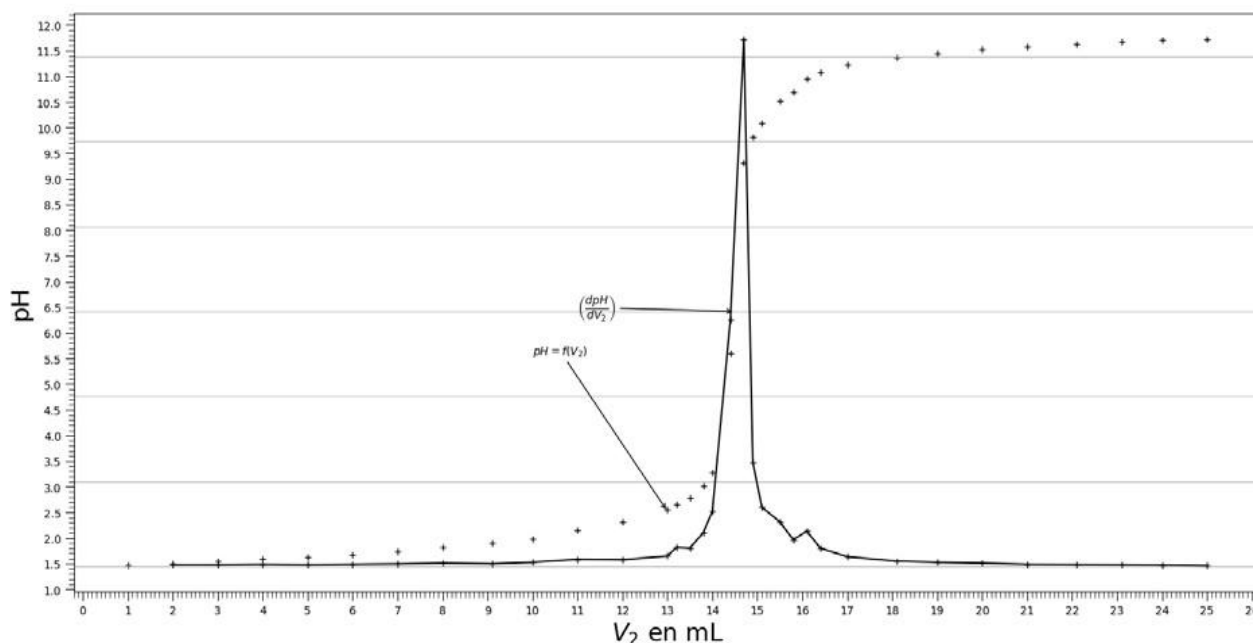

Figure 1. Courbe du titrage de la solution S_1 par la solution d'hydroxyde de sodium de concentration en quantité de matière c_2
La courbe de la figure 1 page suivante représente le suivi pH-métrique du milieu réactionnel.
1. À l'aide de la courbe de la figure 1, déterminer le volume V_{2E} de solution d'hydroxyde de sodium versé pour atteindre l'équivalence. On exposera la méthode utilisée.